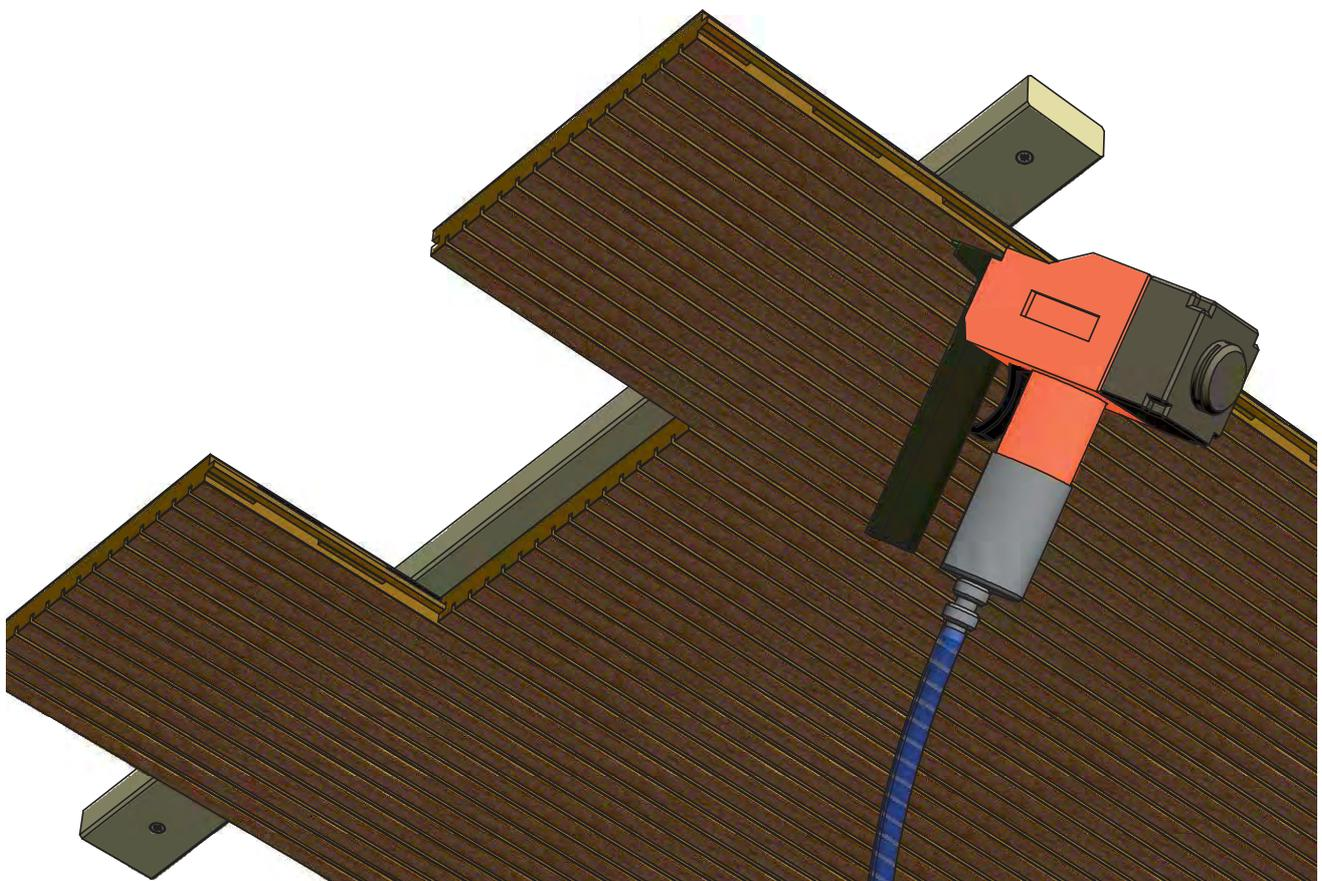

Bild 1: Befestigung mit spezial Druckluftnagler
- Die BER Holz-F Akustikplatten werden mit dem spezial Druckluftnagler (*Bild 1*) mit entsprechenden Befestigungsklammern auf die Holzunterkonstruktion befestigt.